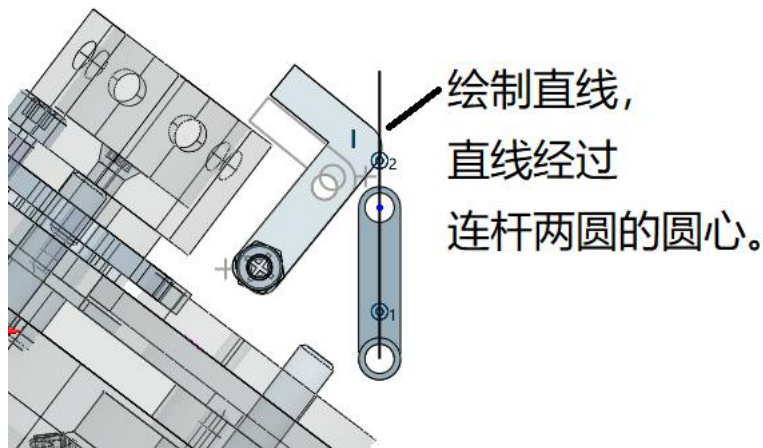
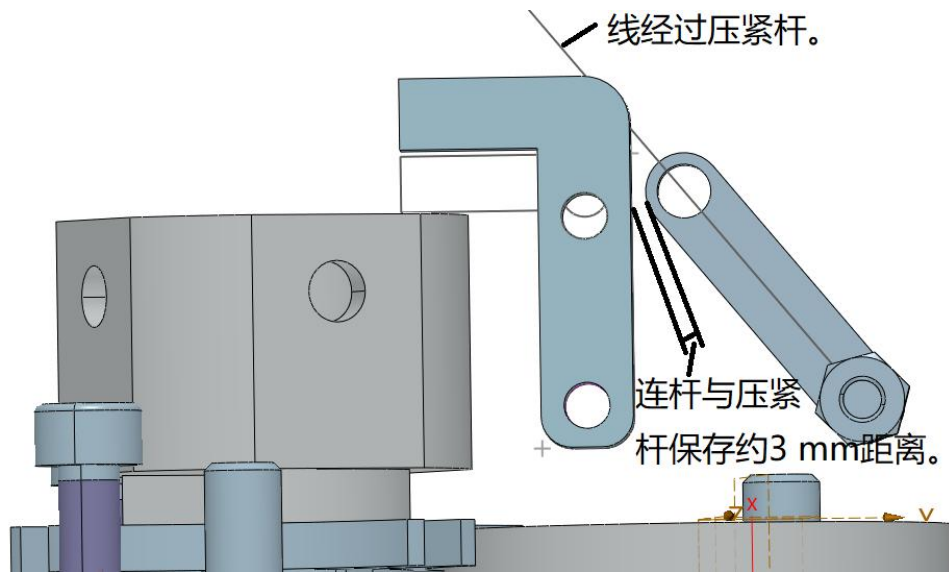

图 15-2 绘制直线
图 15-4 调节连杆位置
(1) 绘制辅助线，找到与连杆共线的孔。隐藏上盖和部分螺钉、螺帽，鼠标左键双击连杆，使连杆激活，在草图状态下，绘制直线，如图 15-2 所示。绘制完直线后，完成草图，退出激活状态，回到装配状态。
(3) 压紧杆优化。将图 15-2 所示的辅助线旋转合适的位置，如图 15-4 所示。